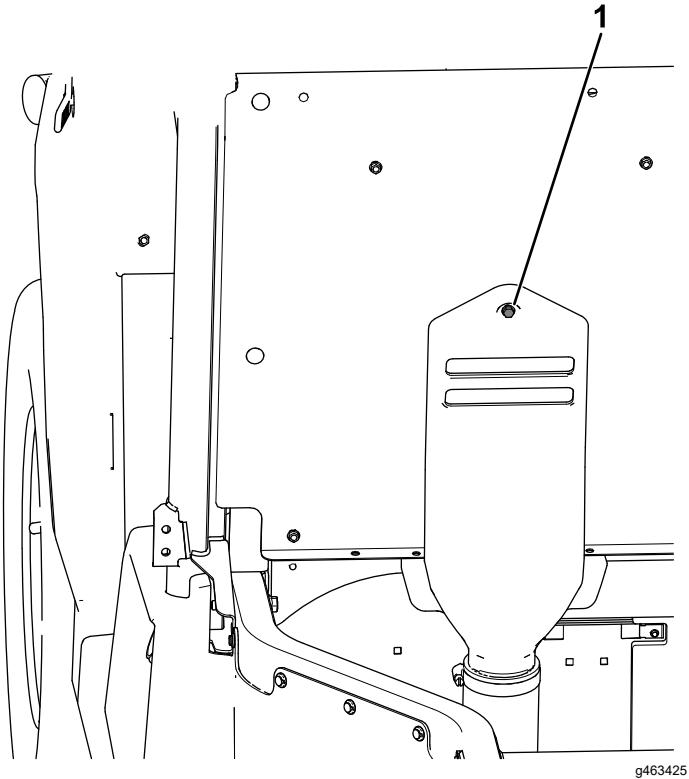

Figure 66
F. Insérez le boulon captif fixé au capot d'admission CVT dans le trou du panneau de siège indiqué (Figure 66).